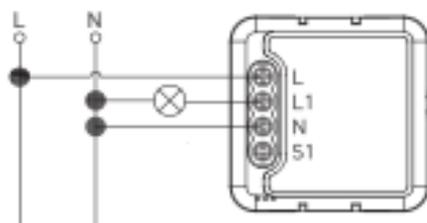

Рисунок 2.3
- без выключателя (см. рисунок 2.3)